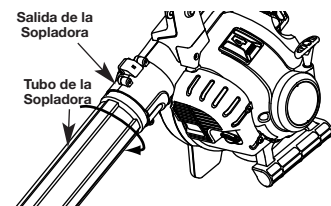

Fig. 2
3. Gire el tubo de la sopladora en el sentido de las agujas del reloj dentro de la salida de la sopladora hasta que el tope se trabe en su lugar (Fig. 2).